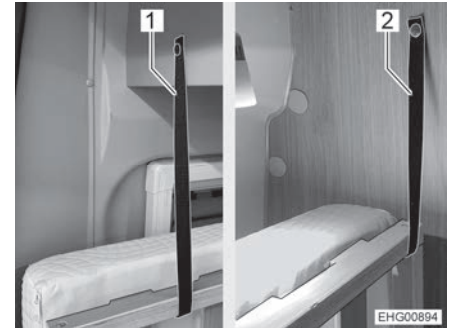

Bild 71 Haltebänder linkes Bett
- Bettrost am vorderen und am hinteren Ende jeweils mit einem Halteband (Bild 71,1 und 2) sichern.